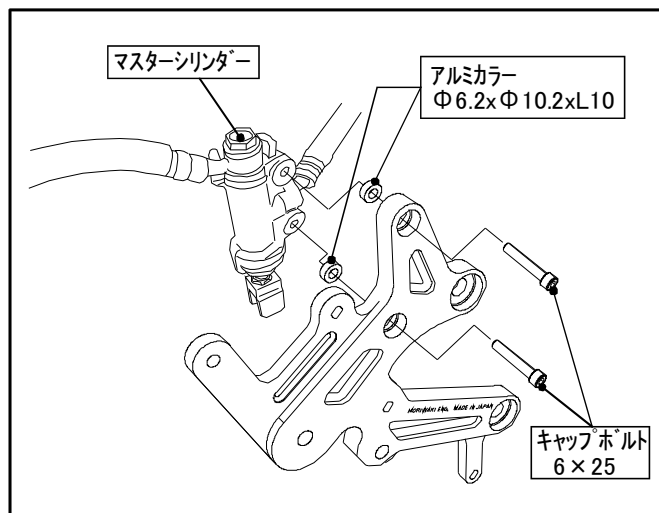

図2 マスターシリンダー取り付け
- ① サイドカウルを取外します。
- ② 下記のSTDパーツをモリワキ製ステップに付け替えます。(図2、3参照)